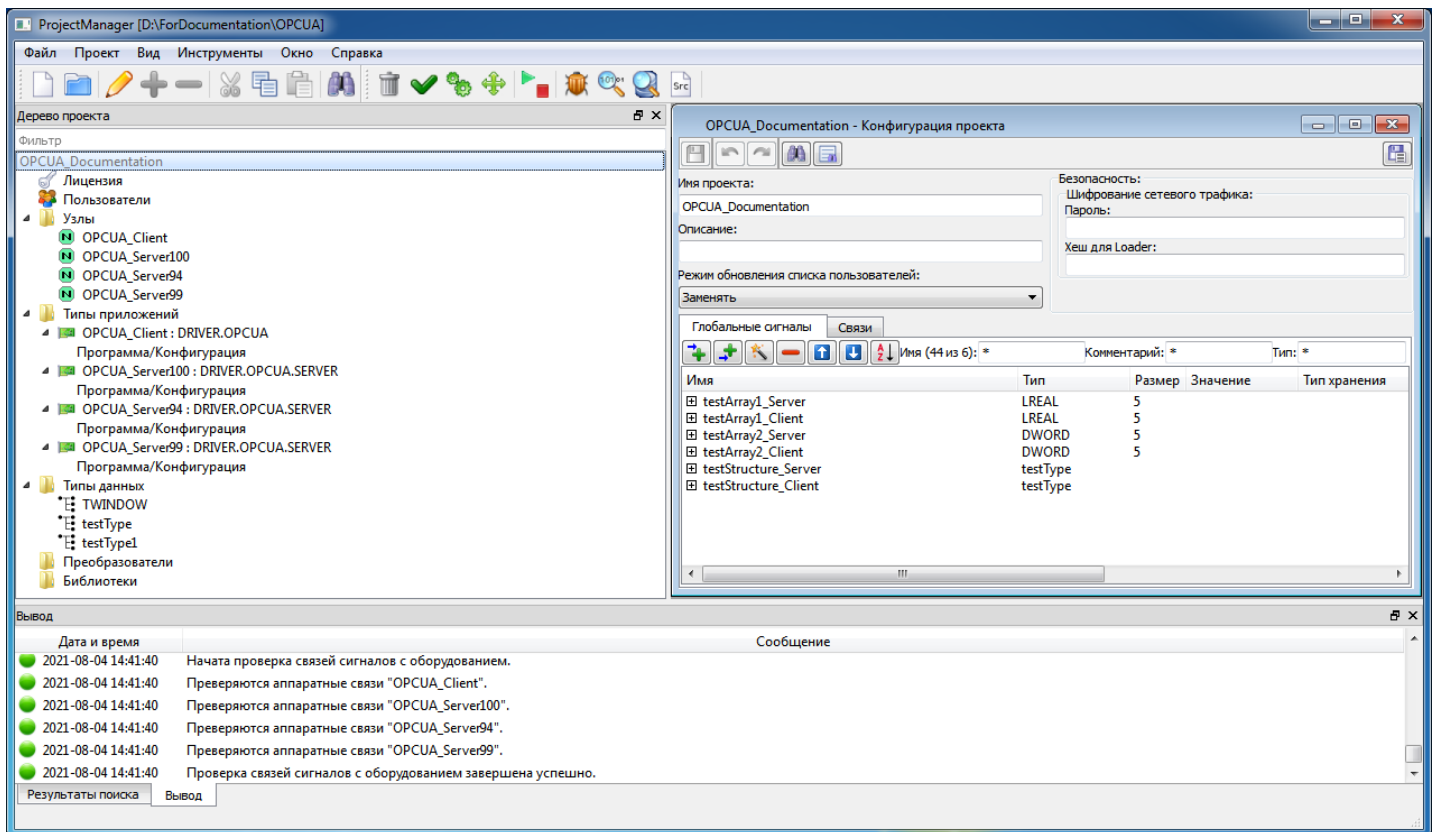

Рисунок 3.232 - Окно конфигурации проекта с глобальными сигналами проекта
3. Для передачи данных используются следующие сигналы (см. рис. 3.232):